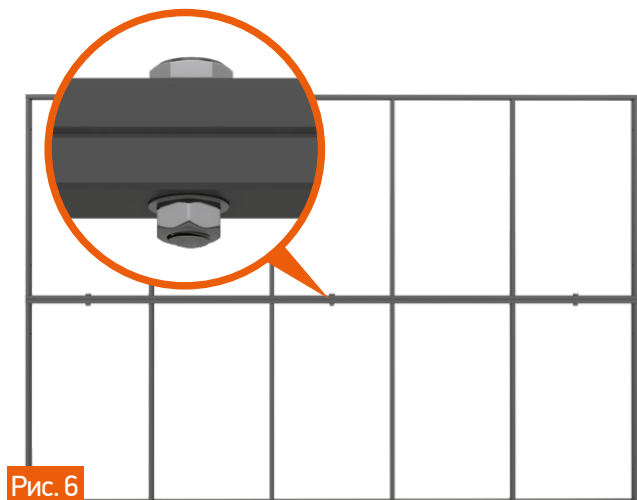

Рис. 6
1. Состыкуйте 2 секции по длинной стороне тремя болтами M10 L=60 мм. Рис. 6.